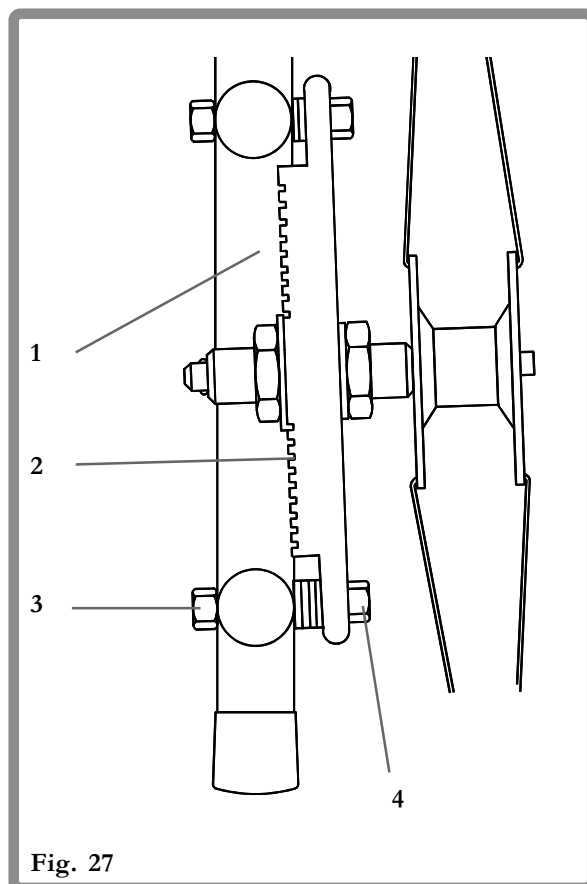

Fig. 27
Spissing/spredning (Fig. 27, side 24)
Spissingen justeres på fabrikken. Hvis spissingen skal justeres (Fig. 27 B), settes det i færre eller flere skiver (1) foran eller bak på drivhjulsbrakettene (2). Flere skiver foran gjør spissingen mindre og spredningen større. Flere skiver bak gjør spissingen større og spredningen mindre. Ta av de fire 10 mm mutrene (3) og skruene (4) på drivhjulsbrakettene. Sett på eller ta av skiver etter behov og monter drivhjulsbrakettene igjen. Trekk til med et moment på 8 - 10 Nm (Fig. 43).